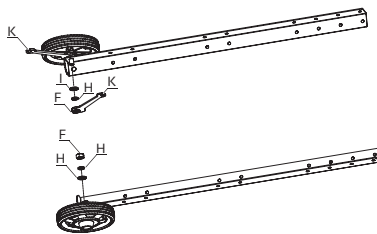

Рис. 7.
- Взять ножки мангала (поз. 2) (2 шт.) и с помощью ключей (К) прикрутить к ним собранные колеса, используя шайбу 10 (I), шайбу Гровера 10 (H), гайку М10 (F) как показано на рис. 7.